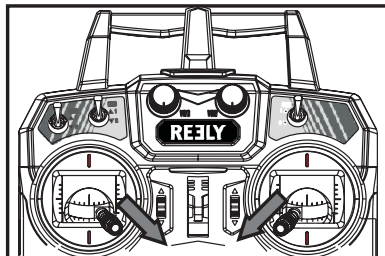

Bild 23
- Bewegen Sie den linken Steuerknüppel nach rechts unten und gleichzeitig den rechten Steuerknüppel nach links unten (siehe Bild 23).